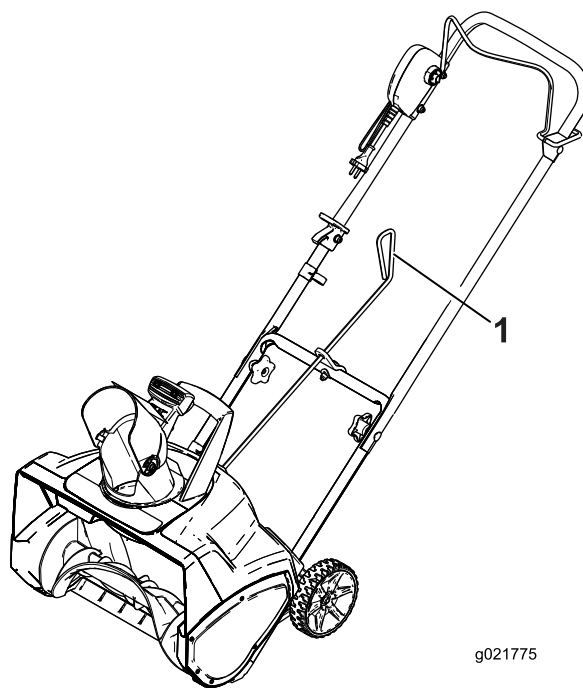
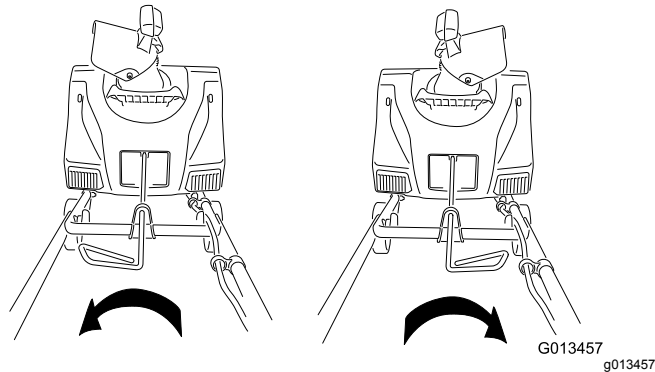

Figure 6
Figure 7
6. Agitez la poignée de la tige d'orientation pour vérifier qu'elle se déplace dans la même direction que la goulotte (Figure 7).
4. Vérifiez que la poignée de la tige d'orientation de la goulotte est dirigée vers le haut (Figure 6) et insérez la tige dans le trou de clavette au dos du carter.
Pour régler la goulotte, déplacez la poignée de la tige d'orientation dans la direction où vous souhaitez éjecter la neige (Figure 6 et Figure 7).